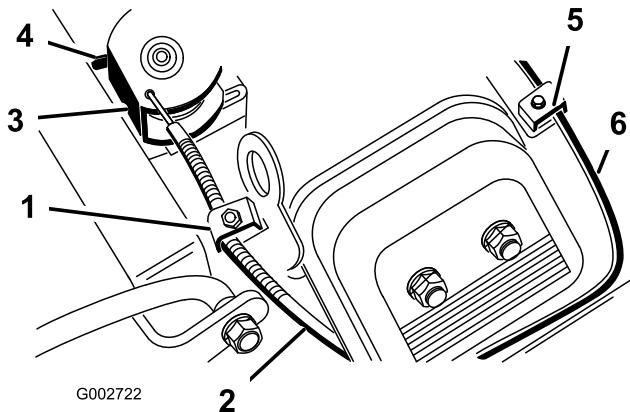

Figura 37
2. Afloje el tornillo de la abrazadera que fija el cable al motor (Figura 37).
4. Tire firmemente del cable del acelerador hasta que la parte trasera del pivote entre en contacto con el tope (Figura 37).
4. Tire firmemente del cable del estárter (Figura 37) hasta que la palomilla esté cerrada del todo, luego apriete el tornillo de la abrazadera.